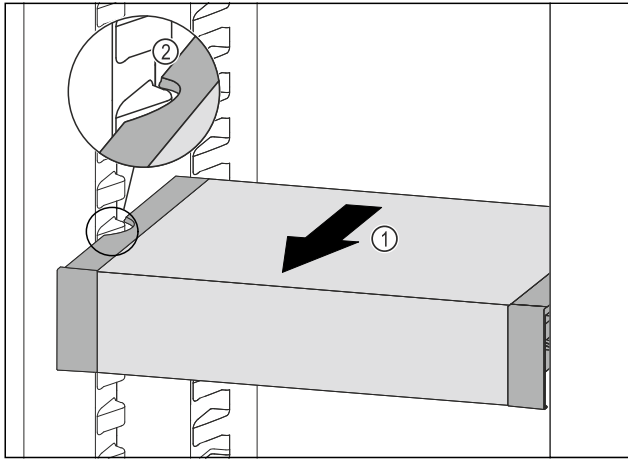

Fig. 178
- ▶ 向前拉动 VarioSafe Fig. 178 (1)，直至 VarioSafe 的侧部凹槽与冷藏区中的容器肋梁持平。 Fig. 178 (2)